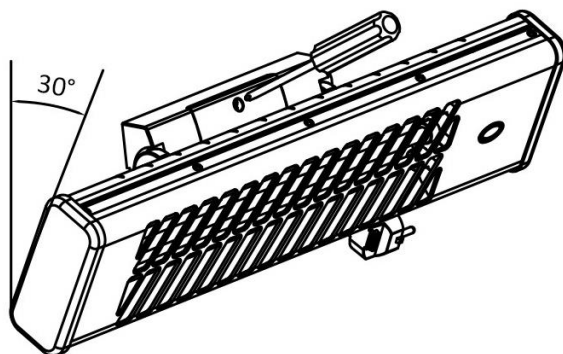

Fig.1
1. Draai de schroeven aan de boven- en onderkant van de muurhouder los en verwijder ze. Haal de afdekkap van de muurhouder aan de bovenkant van de kachel af. (Zie Fig. 1 & 2)